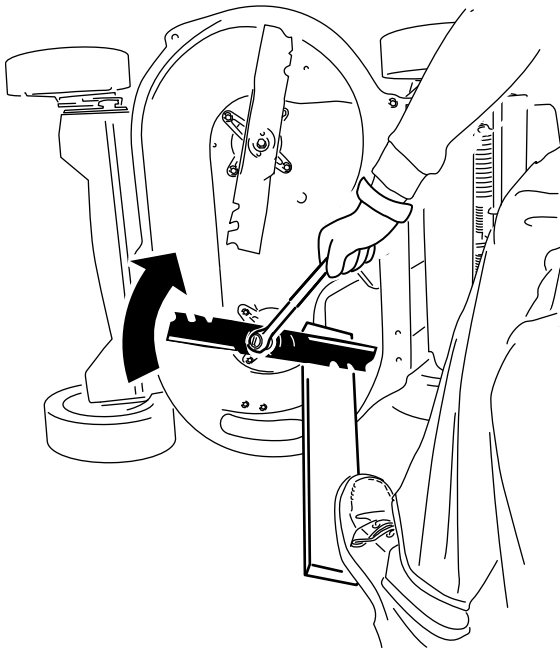

Figura 45
2. Apoye cada cuchilla en un trozo de madera, y gire el perno de la cuchilla en el sentido de las agujas del reloj con una llave dinamométrica, según se muestra en Figura 45; apriete el perno de la cuchilla a 82 N·m (60 pies-libra).